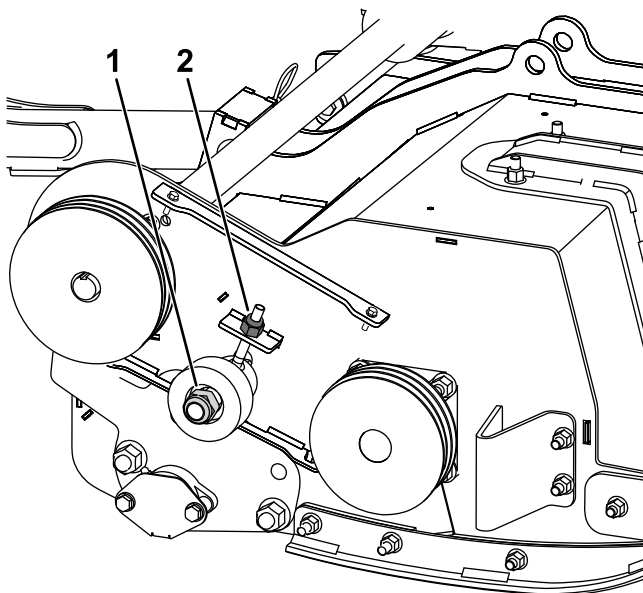

Figura 27
3. Desaperte, mas não remova, a porca da polia intermédia (Figura 27).
4. Ajuste a porca na coluna da polia intermédia para tensionar a correia (Figura 27).